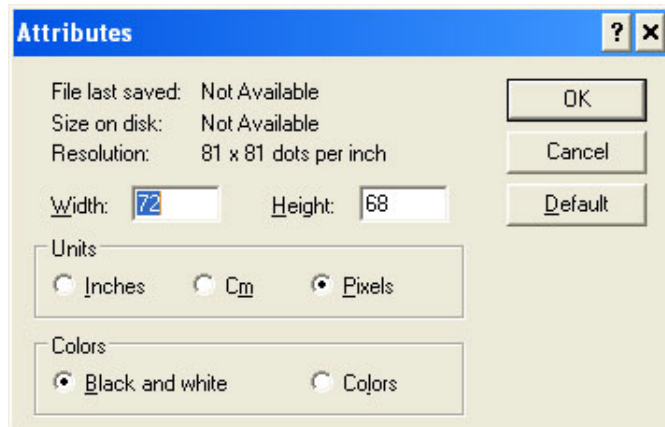

Figura 5-59: Atributos de la imagen
- c. Seleccionar el formato de color de las imágenes como Blanco y negro. (Consulte la Figura 5-59).